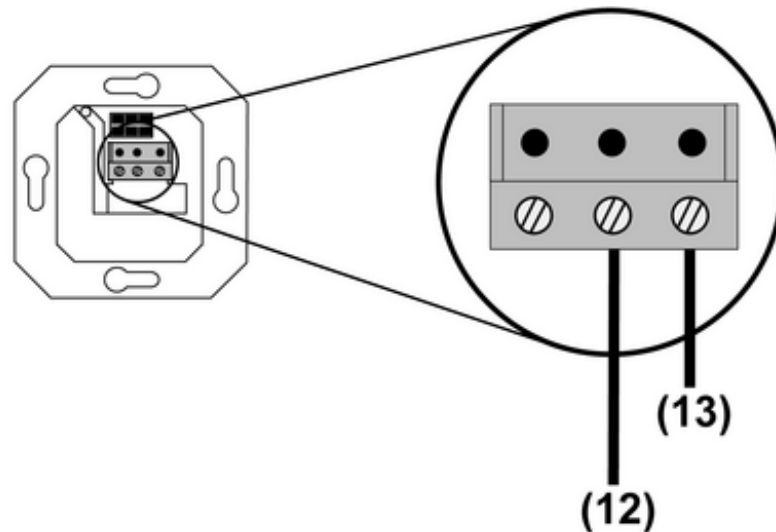

Bild 3
- Sensorleitung an den Klemmenblock im Jalousieeinsatz nach Anschlussbild anschließen (Bild 3).